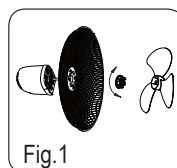

Fig.1
3. Usuń pokrętło i plastikową nakrętkę obracając pokrętło zgodnie z ruchem wskazówek zegara (lub wyjmij pokrętło z torebki przy pierwszym montażu) i przekręć plastikową nakrętkę przeciwnie do ruchu wskazówek zegara. Ustaw tylną osłonę ochronną w odpowiedniej pozycji (uchwyt do góry) i dokręć plastikową nakrętkę. (Rys.1)
rückwärtige Schutzgitter in die richtige Position mit Haltegriff nach oben) und ziehen Sie die Plastikschraube fest. (Abb. 1)
3. (Fig. 1). Retirez le cône et l'écrou en plastique en tournant le cône dans le sens horaire (ou retirez le cône du sac) et tournez l'écrou en plastique dans le sens antihoraire.